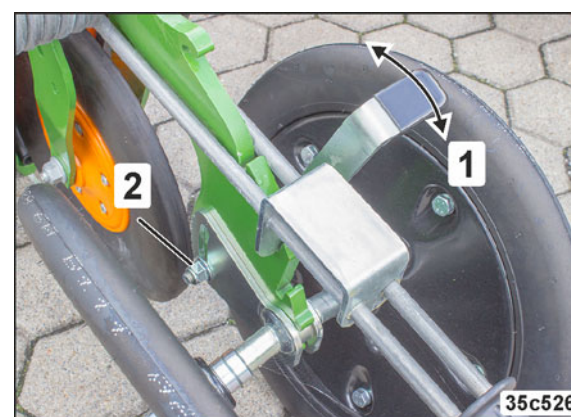

Fig. 181
6. Tournez l'essieu à l'aide du levier (Fig. 181/1).
7. Bloquez la position du levier avec la vis moletée (Fig. 181/2).